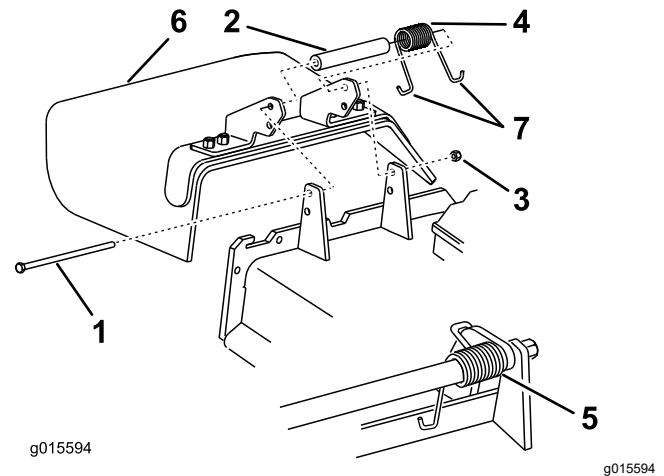

Figure 87
1. Retirez le contre-écrou, le boulon, le ressort et l'entretoise qui fixent le déflecteur aux supports de pivot (Figure 87).
2. Déposez le déflecteur d'herbe s'il est endommagé ou usé (Figure 87).
Remarque: Prenez soin de placer une extrémité en J du ressort derrière le bord du plateau avant de mettre le boulon en place, comme montré à la Figure 87.
6. Accrochez 1 extrémité en J du ressort au déflecteur d'herbe (Figure 87).